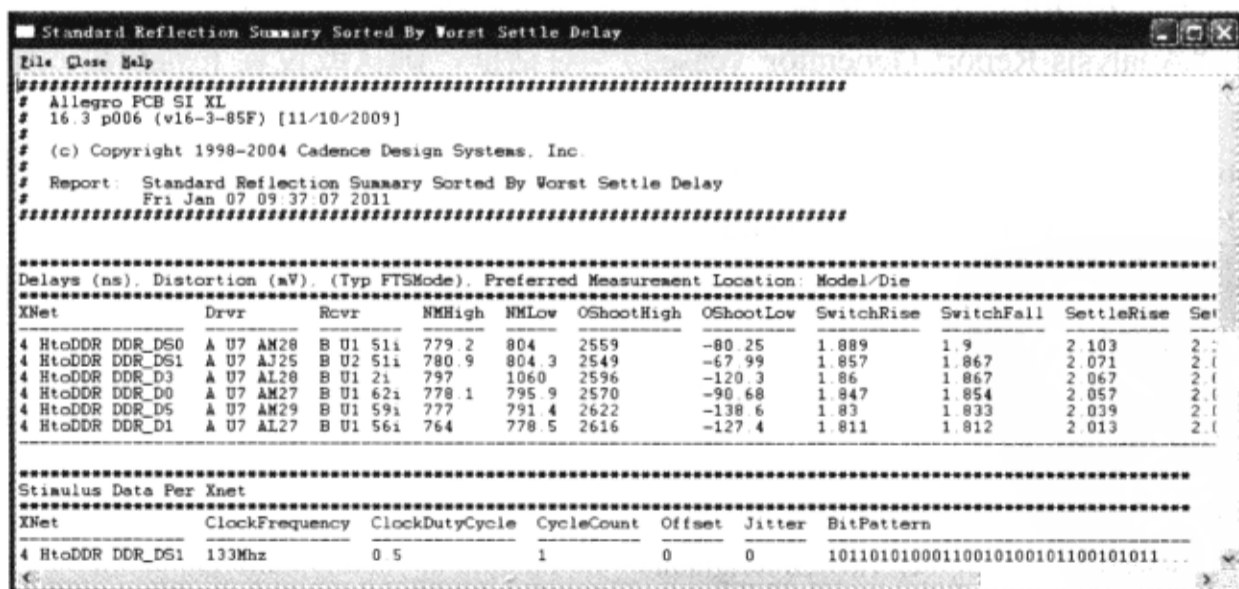

图 5-3-33 生成报告的内容
(4) 在“Analysis Report Generator (case2)”对话框中单击“Create Report”按钮，执行仿真→当仿真完成后，弹出“Standard Reflection Summary Sorted By Worst Settle Delay”窗口，如图 5-3-33 所示。